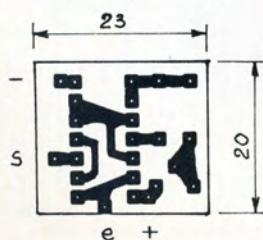

Fig. 3. – C.I. de l'inverseur de sens.
a) Le CI. Une plaquette d'époxy simple face 8 à 15/10, de 20 x 23 mm, suffit à porter les quelques composants. On en trouve le dessin en figure 3.